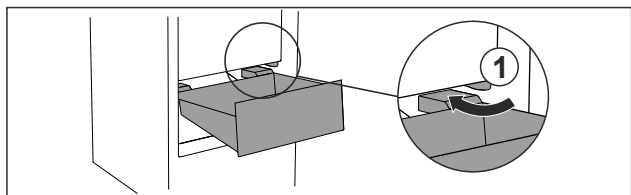

Fig. 97
- Før skuffen skråt omkring stoppene Fig. 97 (1).